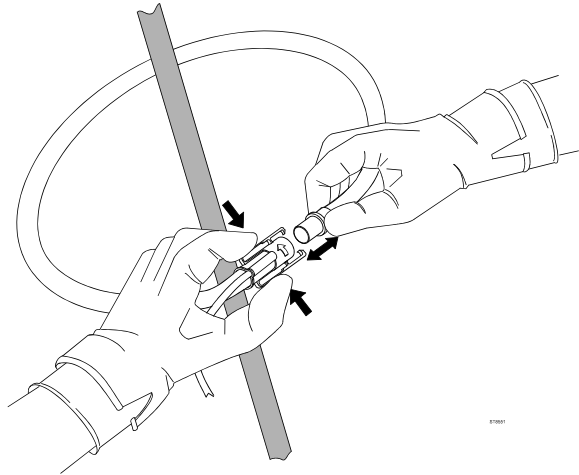

Abbildung 4. Anbringen des flexiblen Meßfühlers um den Leiter.
4. Bringen Sie den flexiblen Meßfühler um den Leiter an (siehe Abbildung 4).